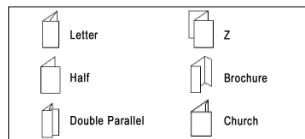
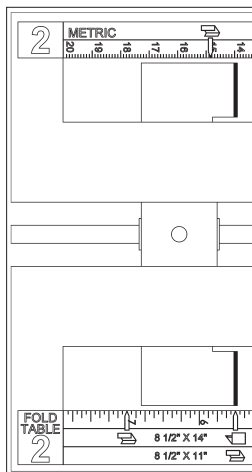
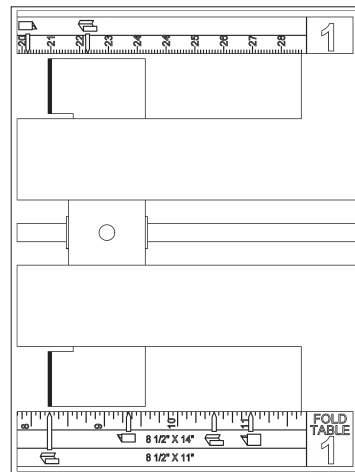

Fig. 9
Fig. 10
Fig. 11
Avant le réglage d'un type de pliage déterminé, il faut se familiariser avec les symboles des six types de pliage spécifiés et figurant sur les règles des tables de pliage (figure 9). Ces symboles sont disposés en colonnes, représentant les trois formats de papier les plus courants (figure 10 et figure 11).
3. Lorsque vous déplacez les arrêts de papier à l'aide de la touche à flèche respective dans la direction désirée, utilisez les règles des tables de pliage comme orientation (voir figure 10 et figure 11). Les touches à flèches permettent le réglage à deux vitesses différentes. Lorsque vous appuyez seulement brièvement ou de manière répétée sur la touche (avec des petites pauses entre les deux), l'arrêt de papier se déplace lentement. Si vous maintenez la touche appuyée, l'arrêt de papier se laisse déplacer plus rapidement. Cette vitesse la plus élevée est très utile lorsqu'on doit déplacer les arrêts de papier sur une distance plus longue.